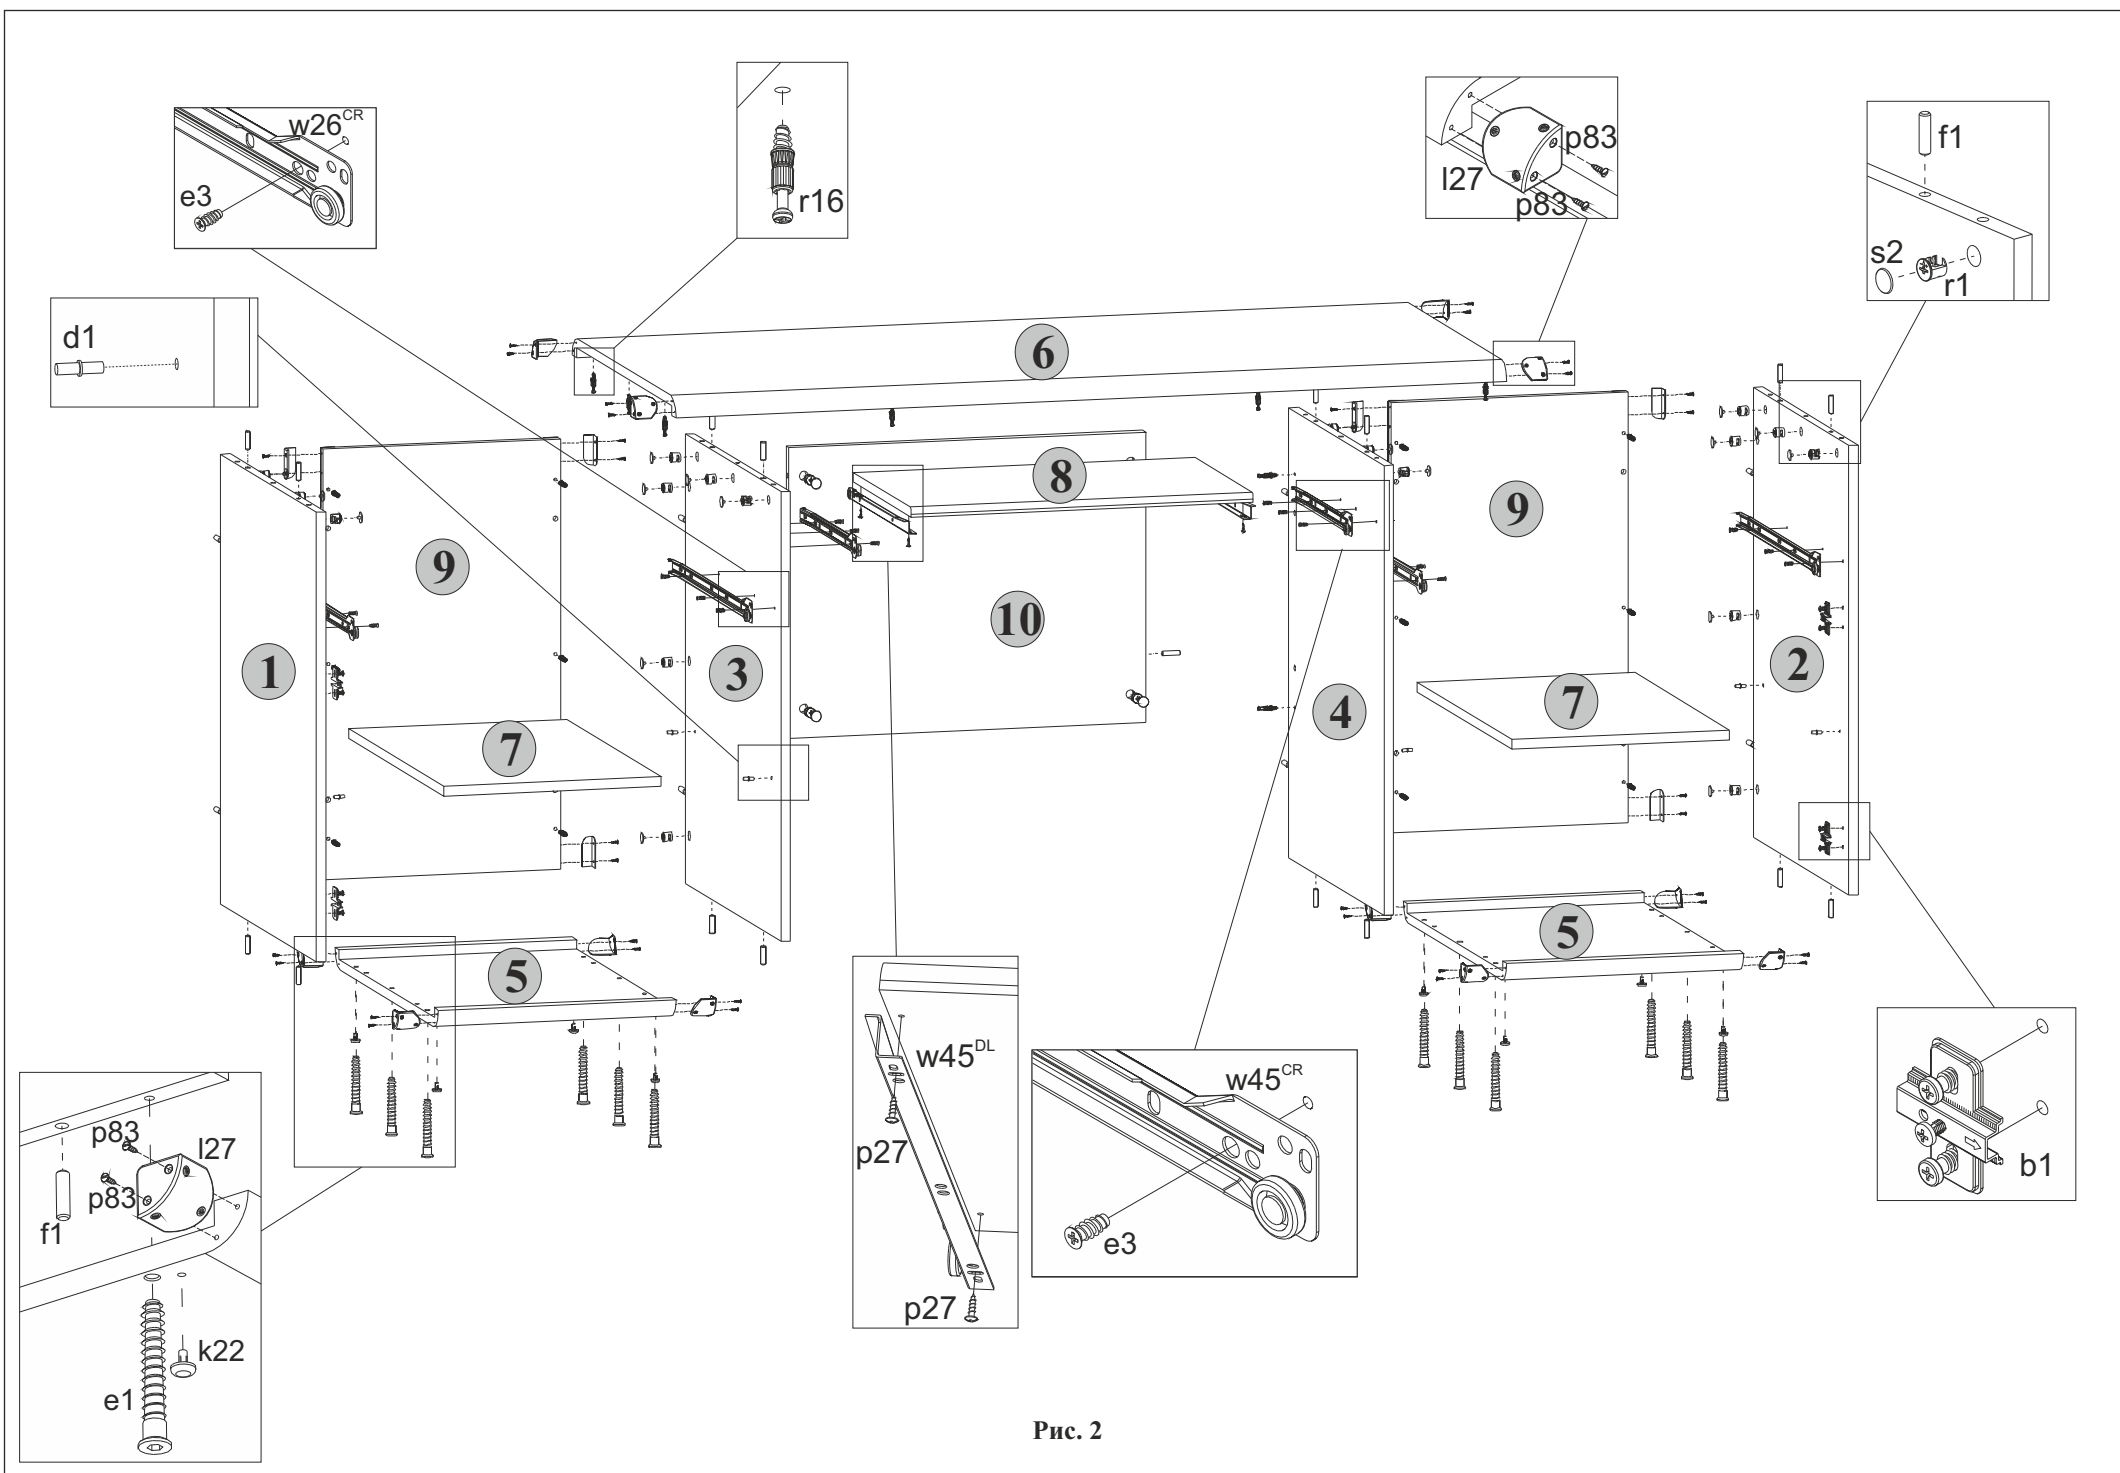

Рис. 2
5.5 В отверстия диаметром **5 мм** у фасадных кромок на правой поверхности стенки боковой **1** и на левой поверхности стенки боковой **2**, закрепить направляющие петель **b1**, пользуясь крестообразной отверткой (**см.рис. 2**).
5.6 В отверстия диаметром **5 мм** на правой поверхности стенки боковой **1**, на левой поверхности стенки боковой **2**, на левой поверхности стенки средней **3** и на правой поверхности стенки средней **4** вставить полкодержатели **d1** (**см.рис. 2**).
5.7 В отверстия диаметром **5 мм** на передних поверхностях деталей **9**, на нижней поверхности щита верхнего **6**, на правой поверхности стенки средней **3** у задней кромки и на левой поверхности стенки средней **4** у задней кромки вкрутить винты стяжки **r16**, пользуясь крестообразной отверткой (**см.рис. 2**).
5.8 На правой поверхности стенки боковой **1**, на левой поверхности стенки средней **3**, на правой поверхности стенки средней **4**, на левой поверхности стенки боковой **2** и на передней поверхности щита **10** в отверстия диаметром **15 мм** вставить стяжки эксцентриковые **r1** (**см.рис. 2**).
5.9 В отверстия диаметром **4,5 мм** на нижних поверхностях щитов нижних **5** вставить опоры полимерные **k22** (подпятники) (**см.рис. 2**).
5.11 К деталям **1 и 3** присоединить щит нижний **5** и стянуть еврошурупами **е1**, пользуясь специальным ключом **z1** из комплекта фурнитуры (**см.рис. 2**).
5.14 К правой поверхности стенки средней **3** присоединить щит **10** и затянуть стяжки эксцентриковые **r1**, пользуясь специальным ключом **z1** из комплекта фурнитуры. Стяжки эксцентриковые закрыть заглушками **s2** (**см.рис. 2**).
5.16 К деталям **2 и 4** присоединить щит нижний **5** и стянуть еврошурупами **е1**, пользуясь специальным ключом **z1** из комплекта фурнитуры (**см.рис. 2**).
5.19 К левой поверхности стенки средней **4** присоединить щит **10** и затянуть стяжки эксцентриковые **r1**, пользуясь специальным ключом **z1** из комплекта фурнитуры. Стяжки эксцентриковые закрыть заглушками **s2** (**см.рис. 2**).
5.20 К стенкам боковым **1 и 2**, а также к стенкам средним **3 и 4** присоединить щит верхний **6** и затянуть стяжки эксцентриковые **r1**, пользуясь специальным ключом **z1** из комплекта фурнитуры. Стяжки эксцентриковые закрыть заглушками **s2** (**см.рис. 2**).
5.2 В отверстия диаметром **8 мм** на задних, верхних и нижних кромках стенок боковых **1 и 2**, на задних, верхних и нижних кромках стенок средних **3 и 4**, на боковых кромках щита **10** вбить деревянные шканты **f1** (**см.рис. 2**).